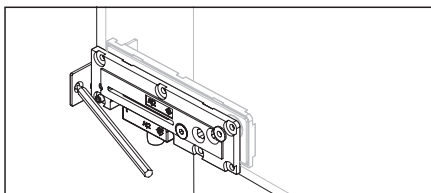

Abb. 9 Die Bohrungen markieren
- Das Oberlicht positionieren und die Bohrungen der Befestigungsplatte an der Wand markieren (Abb. 9).